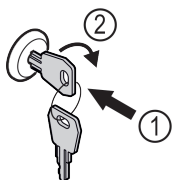

Fig. 170 Immagine a titolo di esempio
- Inserire la chiave Fig. 170 (1).
- Ruotare la chiave di 90° in senso orario Fig. 170 (2).